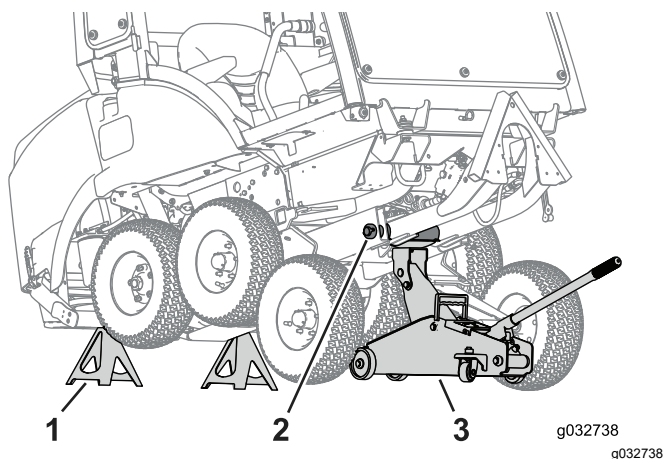

Figure 88
4. Soulevez le cadre d'hiver avec un cric d'atelier (Figure 88).